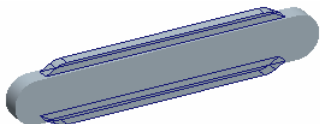
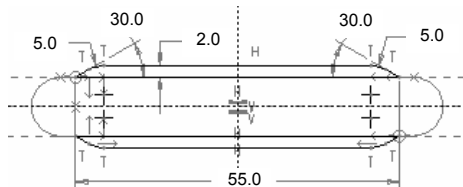

图 5.28.4 实体拉伸特征 2
图 5.28.5 截面草图
(3) 在操控板中选择深度类型  (即两侧拉伸)，输入深度值 4.0。
(4) 在操控板中单击按钮 ，预览所创建的特征；单击“完成”按钮 。
Step3. 创建图 5.28.4 所示的实体拉伸特征 2。
(1) 单击  功能选项卡中的  按钮。
(2) 定义草绘截面。在绘图区右击，在弹出的快捷菜单中选择  命令，系统弹出“草绘”对话框；选择 RIGHT 基准平面为草绘平面，TOP 基准平面为参考平面，方向为 ；绘制图 5.28.5 所示的截面草图；绘制完成后，单击“确定”按钮 。